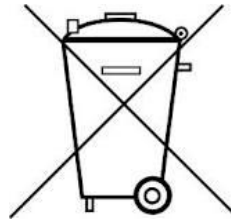

Fig. 9 Montage expérimental sur l'effet Hall avec champ magnétique homogène
- Compléter le montage expérimental selon la fig. 9.